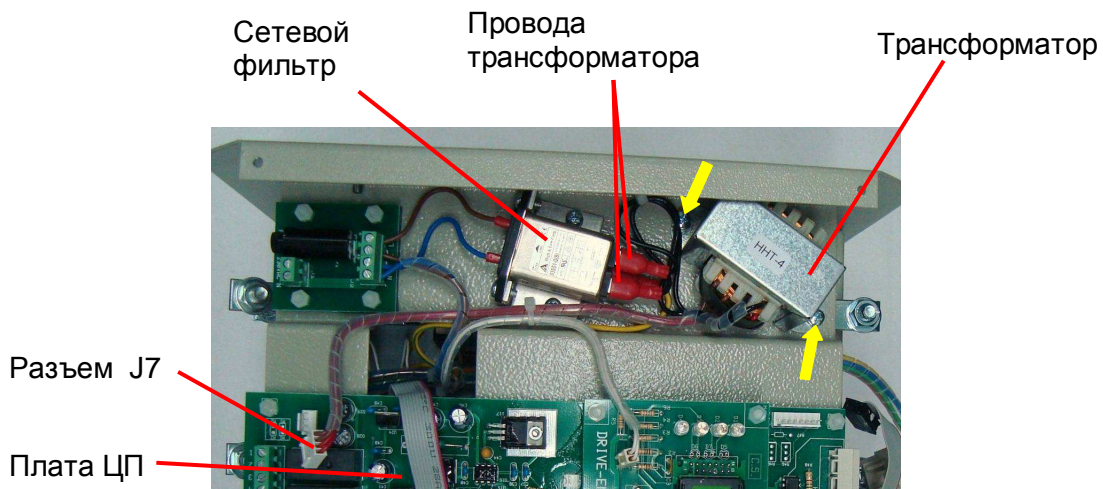

Рис. 6.18
6.11.1. Отсоединить провода трансформатора от сетевого фильтра и разъем J7 от платы ЦП (рис. 6.18).
6.11.2. Выкрутить два винта (рис. 6.18, желтые стрелки), демонтировать трансформатор и положить его в тару.